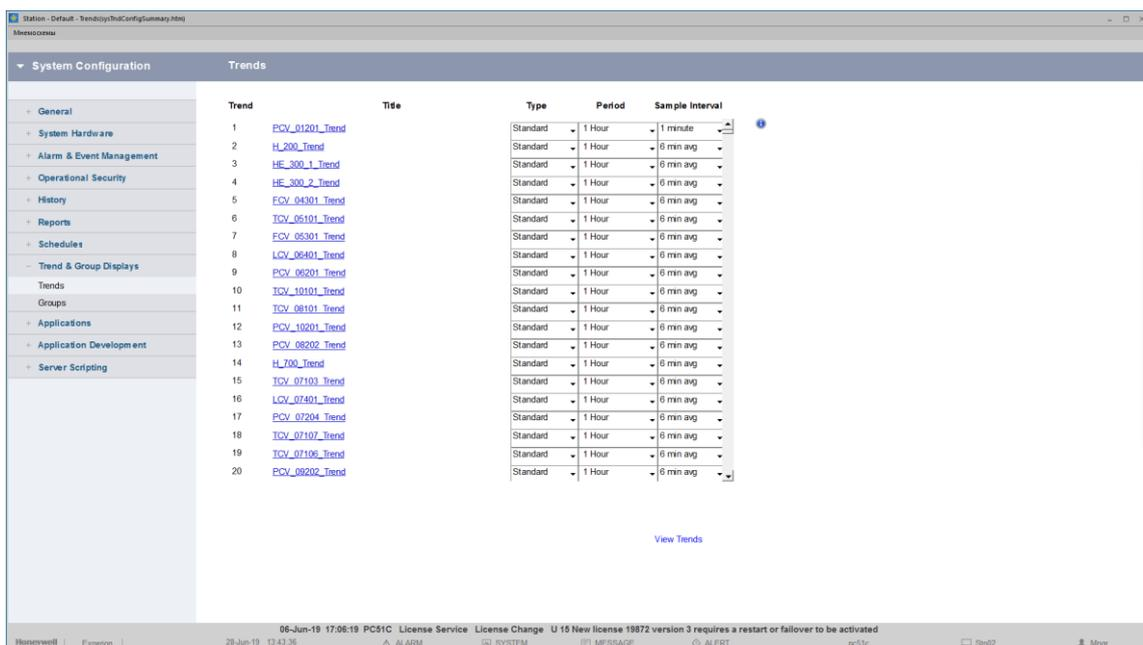

Рисунок 32 – Окно выбора тренда
2. В окне администрирование нажмите кнопку «Тренды». Произойдет переход на окно выбора тренда (Рис.32). В системе заранее сконфигурированы тренды по всем исполнительным механизмам. В случае необходимости, есть возможность редактировать любой сконфигурированный тренд, либо создать новый. По умолчанию, данное окно открывается с возможностями конфигурации трендов и в случае, если необходимо только просматривать тренды, то перейдите в режим выбора трендов для просмотра щелчком ViewTrends в правом нижнем углу окна;